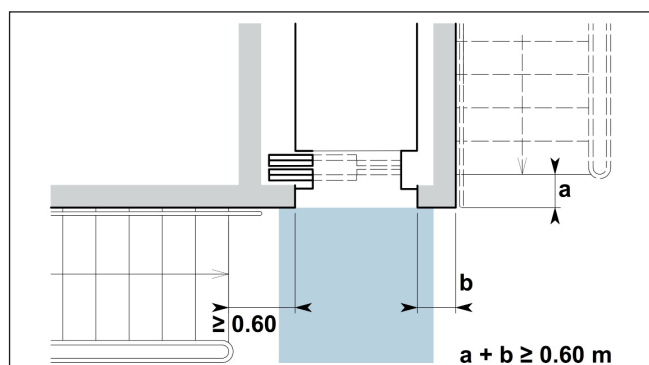

Bild 2: Abstand zu seitlichen Treppenabgängen
- > Zwischen Schachttüren und seitlich angeordneten Treppenabgängen ist ein Abstand von min. 0.60 m erforderlich. Gemäss SIA 500 ist die kürzeste Verbindung zwischen Treppenaustritt und Aussenkante der Türleibung wie im Beispiel (Bild 2) zu bestimmen.